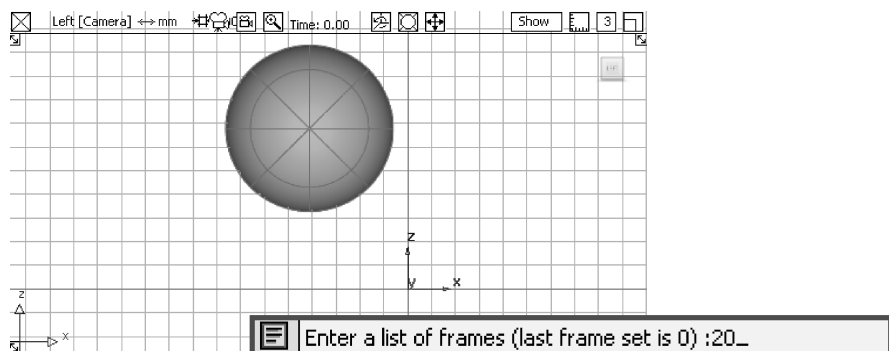

图 7-18 移动圆球体
- 04 选择【Move】工具，移动圆球体到另一位置，如图 7-18 所示。